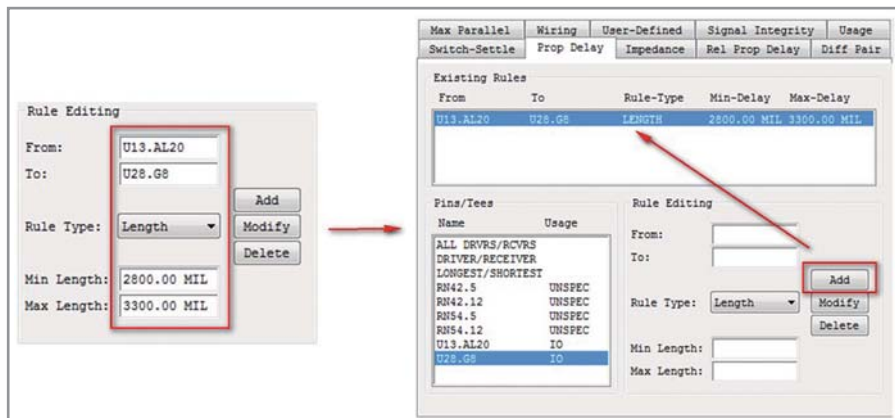

Рис. 9. Установка ограничений на задержку сигналов в Signal Explorer
- проводников. Укажем 2800 Мил для минимальной длины и 3300 Мил для максимальной длины. Затем нажмём *Add*, и новое ограничение появится в поле *Existing Rules* сверху (см. рис. 9);